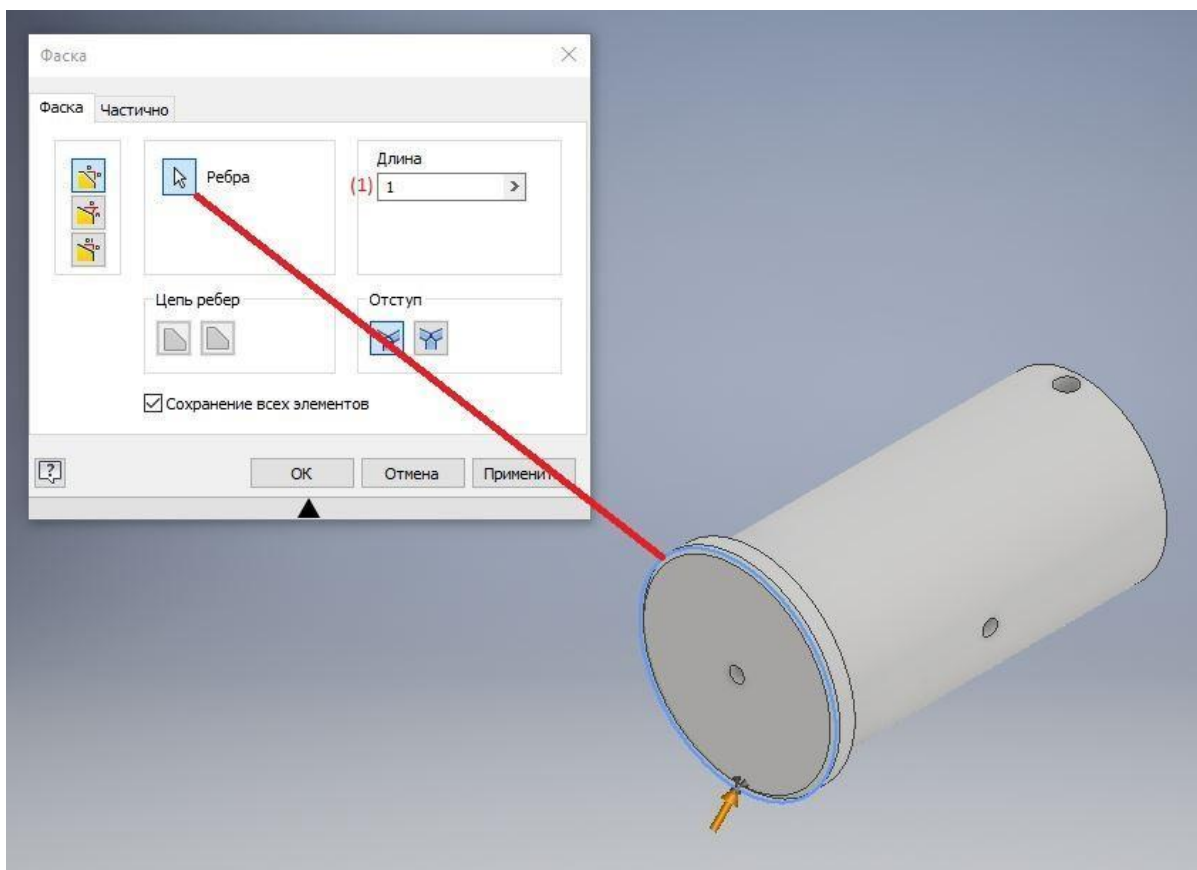

Рис. 7. Создание фаски
При помощи инструмента «Фаска» создадим срез по периметру ребра детали, как показано на рис. 7, где (1) - длина фаски, равная 1 мм (1х45 по чертежу). Примем операцию и сохраним деталь.